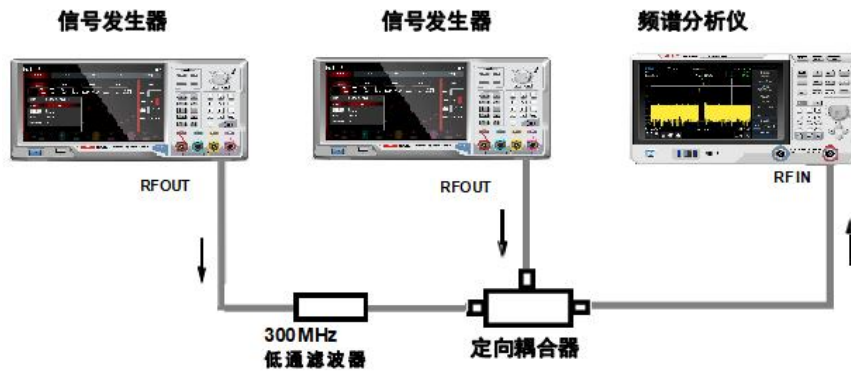

图 3-18: 三阶交调信号仪器设置
1. 按图 3-18 所示连接仪器, 两个信号发生器分别通过低通滤波器连接定向耦合器的输入端, 耦合器的输出即为一个互调失真很低的双音信号源, 尽管此连接下的失真性能上要比频谱分析仪的好, 但用于测量信号源/频谱分析仪组合的 TOI 仍然有用, 当校验完信号源/频谱分析仪组合的